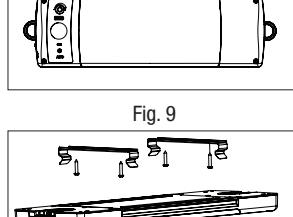

Fig. 9
Fije los dos soportes incluidos (C) a una pared o cielo raso con los elementos de fijación proporcionados. Asegúrese de que los soportes estén paralelos y alineados entre sí, posicionado a no más de 9 pulgadas (22,86 cm) de distancia (Fig. 9). Localice las ranuras en los lados largos de la luminaria, girando y fijando a presión dicha luminaria en los soportes. Retire presionando hacia abajo las lengüetas en los soportes.